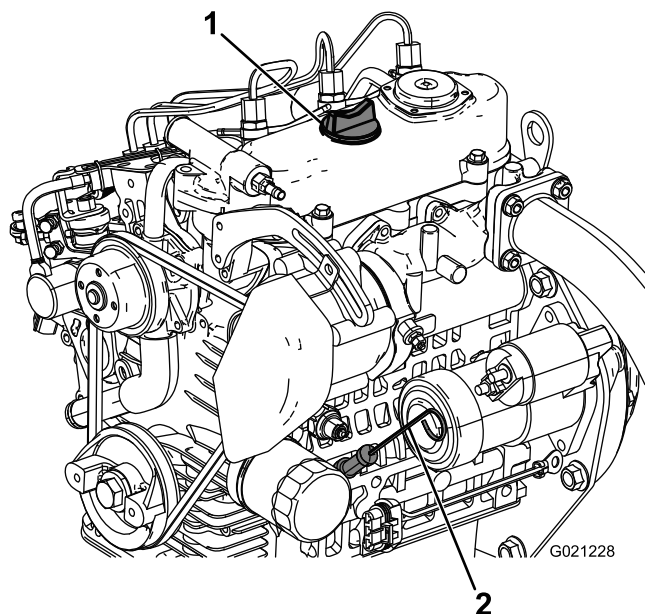

**Figura 14**
**Viscosidade do óleo do motor:** 10W-30; Escolha a viscosidade do óleo do motor de acordo com a temperatura ambiente da tabela na Figura 14.